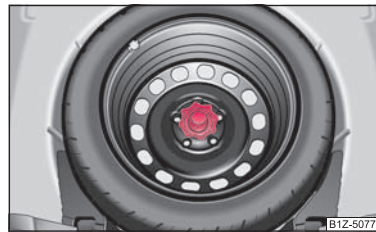

Fig. 176 Spațiul pentru bagaje: Roata de rezervă
Roata de rezervă este situată sub podeaua portbagajului și este fixată cu un șurub special ⇒ **fig. 176**.
- Depozitați și fixați roata defectă în locașul roii de rezervă, cu șurubul special ⇒ pagina 204, fig. 176.